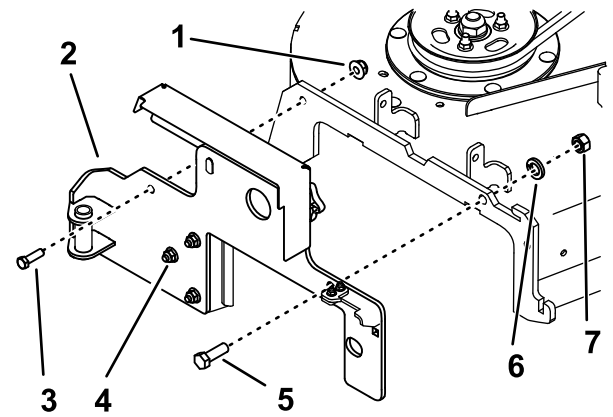

Figura 3
1. Instale a montagem do soprador na plataforma utilizando um parafuso (½ pol. x 1½ pol.), 1 anilha de bloqueio, uma porca (½ pol.), um parafuso (¾ pol. x 1¼ pol.) e uma porca (¾ pol.) como se mostra na Figura 3.
1. Instale a montagem do soprador na plataforma utilizando um parafuso ( $\frac{1}{2}$  pol. x  $1\frac{1}{2}$  pol.), 1 anilha de bloqueio, uma porca ( $\frac{1}{2}$  pol.), um parafuso ( $\frac{3}{8}$  pol. x  $1\frac{1}{4}$  pol.) e uma porca ( $\frac{3}{8}$  pol.) como se mostra na Figura 3.